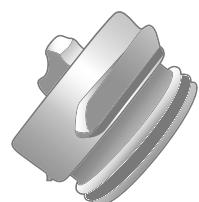

Рис. 9
- Для удобства стопорные кнопки коллекторов имеют разный цвет. Установите фильтрующий модуль К3 и сервисную заглушку (рис. 9, 10а) в порядке, указанном в таблице 1.